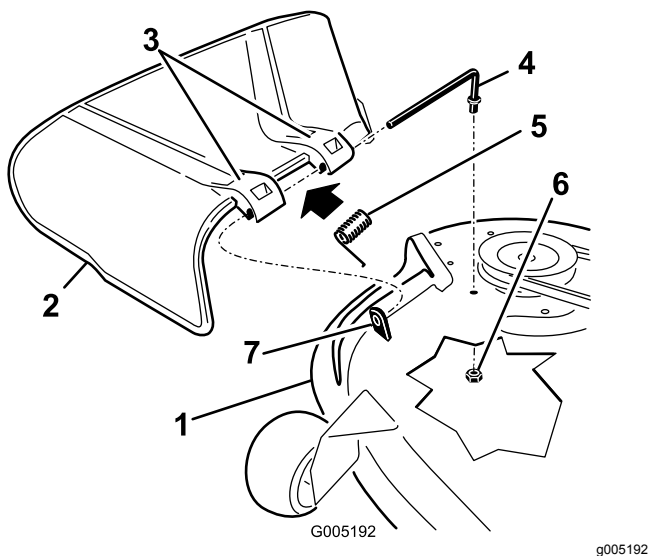

Bild 76
1. Nehmen Sie die Mutter ($\frac{3}{8}$ ") aus der Stange unter dem Mähwerk ab (Bild 76).
- Schieben Sie die Stange aus dem kurzen Vorsprung, der Feder und dem Ablenkblech (Bild 76).
- Montieren Sie das Ablenkblech (Bild 76).
- Schieben Sie die Stange durch die zweite Halterung am Grasablenkblech (Bild 76).
- Befestigen Sie das hintere Stangenende mit einer Mutter (3/8") am Mähwerk, wie in Bild 76 abgebildet.